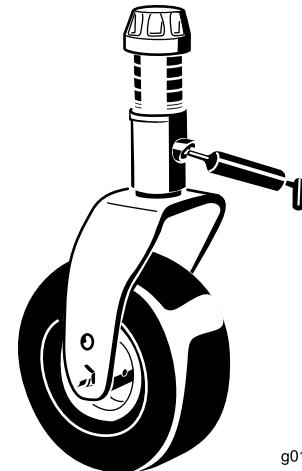

図 40
- キャスター・フォークのシャフトのブッシュ2ヶ所(図 40)